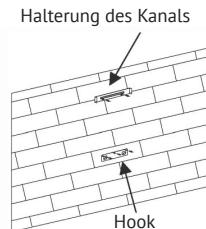

Abb. 2
- Positionieren Sie den Bügel an einer geeigneten Stelle, sobald die Installationshöhe festgelegt ist, und halten Sie ihn in einer Linie. Der Fixpunkt für die Befestigung des inneren Bügels ist die Stelle, an der sich das Abzugsrohr befindet. Siehe Abbildung 2.